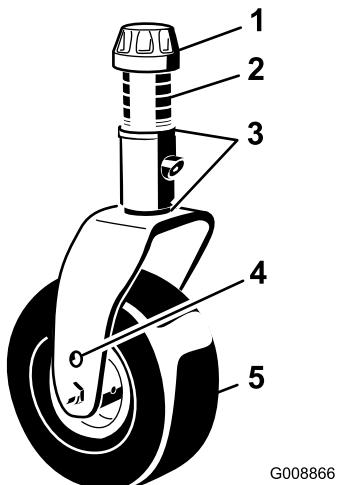

Figure 95
- Enlevez le chapeau de tension de l'axe de pivot et sortez l'axe du bras pivotant (Figure 95). Repositionnez les cales pour éléver ou abaisser la roue pivotante, selon les besoins, et obtenir la bonne inclinaison.